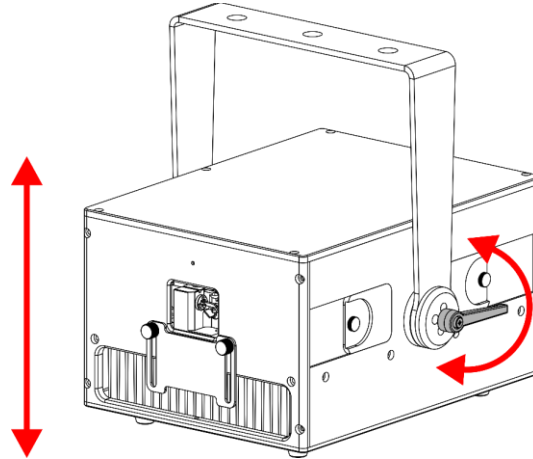

Fig. 11
- 01) Ruotare le **viti di regolazione (04)** in senso antiorario per sbloccarle.
- 02) Inclinare il dispositivo fino all'angolazione desiderata (cfr. Fig. 11).
- 03) Ruotare le **viti di regolazione (04)** in senso orario per bloccarle. Accertarsi che il dispositivo non possa muoversi liberamente dopo che le **viti di regolazione (04)** sono state serrate.